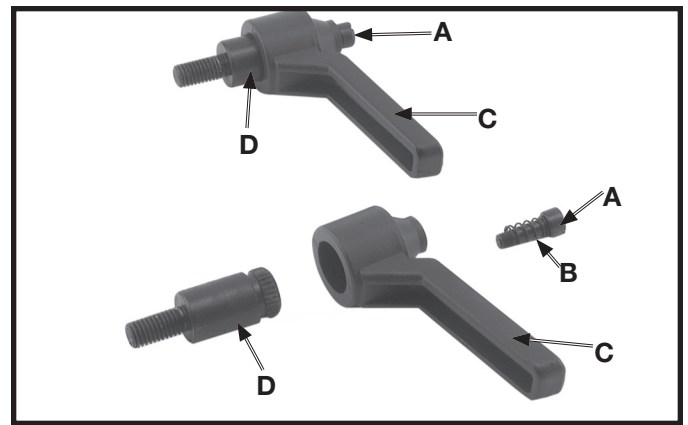

Fig. 13
2. Se suministran dos agarraderas de abrazadera con su máquina, una para la mesa de la lijadora de correa y otra para la mesa de la lijadora de disco. Desmánteles ambas agarraderas destornillándolas y quitando el tornillo (A), resorte (B), y agarradera (C) del gorrón de cierre (D) como se ilustra en la Fig. 13.